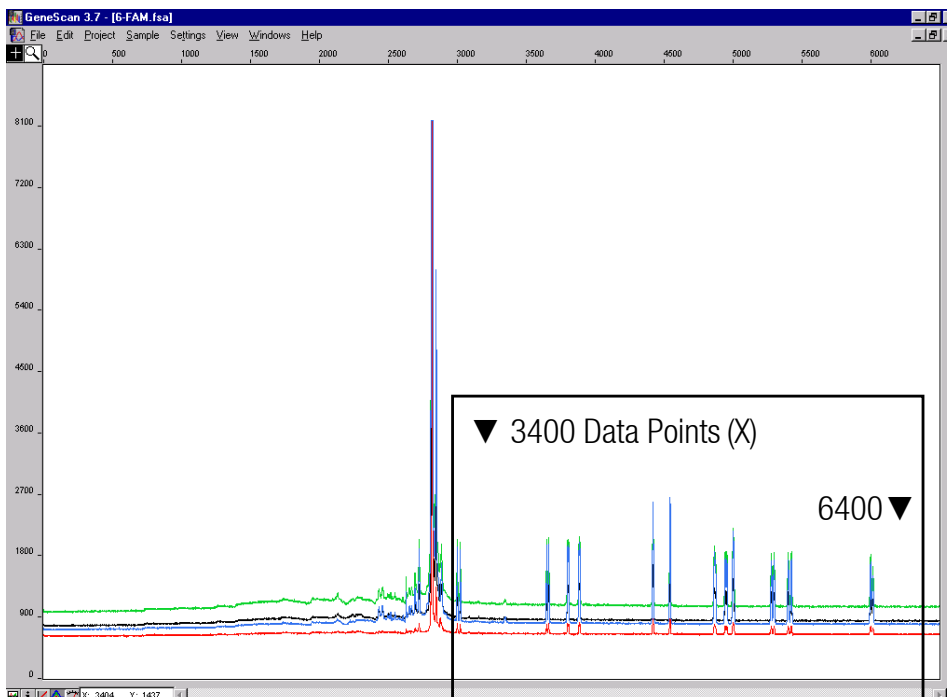

Abb. 2 Elektropherogramm der Rohdaten des Matrix Standards 6-FAM
- Bewerten, ob eine stabile Basislinie vorhanden ist. Es sollten mindestens fünf Peaks mit 400-4000 Peakhöhen (Y) in jeder Matrix Probe erkennbar sein (optimaler Bereich: 1000-3000), siehe Abb. 2